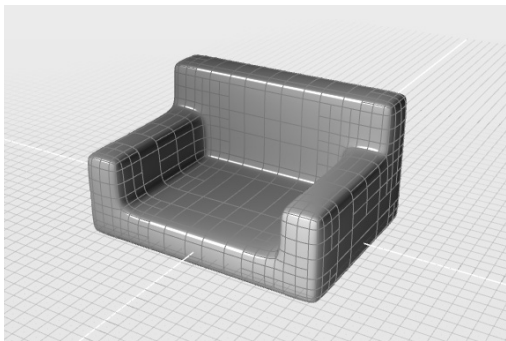

图 7-16 转换为曲面进行观察
14) 勾选“Nurbify”复选框，观察曲面效果，如图 7-16 所示。